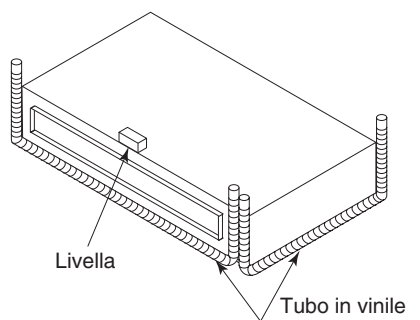

Fig. 3-12
- Accertare che l'unità sia installata orizzontalmente usando una livella o un tubo di plastica riempito d'acqua. Usando un tubo di plastica anziché una livella, regolare la superficie superiore dell'unità in base alla superficie dell'acqua alle due estremità del tubo di plastica e posizionare l'unità orizzontalmente. (Nell'installazione dell'unità, per evitare possibili perdite, bisogna prestare particolare attenzione al fatto che la pendenza sia in direzione del tubo di scarico). (Fig. 3-12)